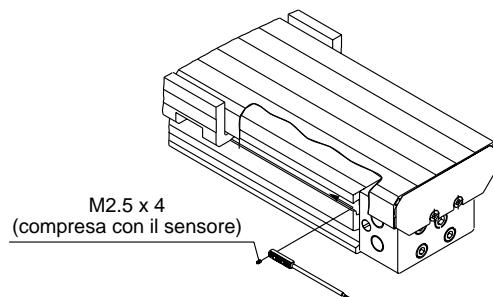

Figura 2. Montaggio sensori
1. Inserire e far scorrere il sensore dal lato del cilindro e fissarlo con la vite appositamente fornita. (Figura 2)